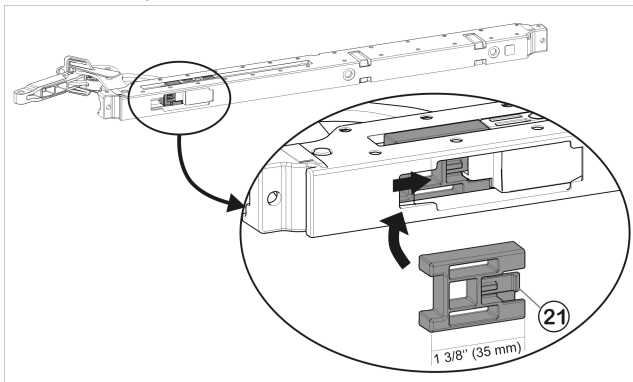

Fig. 55
- Monter le limiteur d'ouverture (90°) Fig. 55 (21) fourni : l'installer sur le côté dans l'amortisseur de fermeture et l'enfoncer jusqu'à ce qu'il s'enclenche.